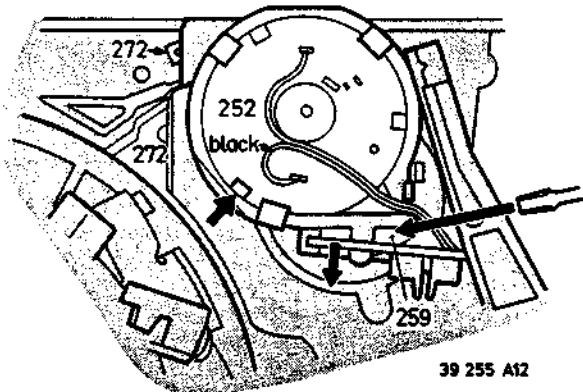
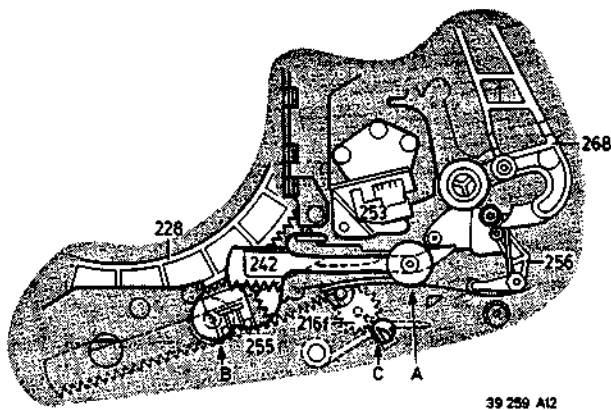
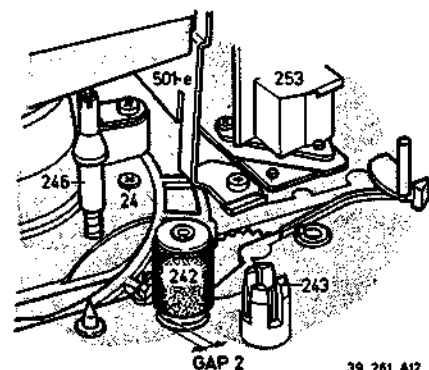

Fig. 3-1-11
Fig. 3-1-13
Fig. 3-1-16
Wenn Fädelgetriebe blockiert: den kleinen Verbindungspunkt vom Fädelmotor-Halter entfernen (Abb. 3-1-11). Nun kann man eine Kurbel sehen (Pos. 259), die man mit Hilfe eines Schraubenziehers entgegen dem Uhrzeigersinn drehen kann, um auszufädeln. Wenn der Fädelmechanismus sich trotzdem nicht drehen läßt, Kurbel (Pos. 259) im Uhrzeigersinn drehen, bis sich der Mechanismus frei bewegt und dabei den Steuerschieber (Pos. 272) bewegen. Die Prozedur wiederholen.
Anschlußdrähte des Motors (Abb. 3-1-11) ablöten (Reihenfolge beachten).
Gleichzeitig soll die Nut im Motordeckel sich in der richtigen Position befinden (siehe Pfeil - Abb. 3-1-11); Peese Pos. 271 montieren.
- Soweit einfädeln, bis Anpreßrolle in Pos. A steht (Abb. 3-1-13). Zum Einfädeln kann eine (kleine) 9V-Batterie verwendet werden, indem sie mit dem Fädelmotor (Pos. 252) verbunden wird (Tasten), dabei ist Stecker von P 678 abzuziehen. Es kann aber auch ohne Batterie durch Drehen der Kurbel (Pos. 259) mit Hilfe eines Schraubenziehers eingefädelt werden (Abb. 3-1-11).
- Durch Loch in Oberplatte Arretierungshebel C (Abb. 3-1-13) nach vorne schieben, bis Zahnrad (Pos. 216 f) nach unten gedrückt werden kann.
- Zahnrad mit Pinzette erst dann hochheben, wenn Anpreßrolle wieder in Pos. A ist (Abb. 3-1-13) (dabei Anpreßrolle leicht bewegen).
- Ausfädeln der Anpreßrolle bis Pos. B (Abb. 3-1-13). Anpreßrolle muß in Endlage B etwas Spiel haben. GAP-2 Abb. 3-1-16.
- Kontrolle: - Anpreßrolle befindet sich in Position B (Abb. 3-1-13) mit Spiel, und Schwenkrad läßt sich bewegen mit Spiel in den Endlagen, Einstellung 3.2.4. überprüfen.